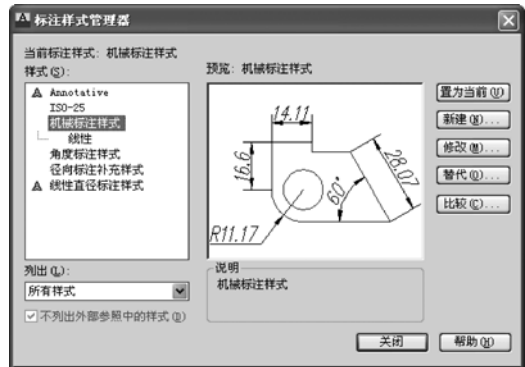

图 1-33 创建线性直径标注样式
3. 单击“确定”按钮，在“标注样式管理器”对话框中将<样式替代>重新命名为“线性直径标注样式”，该样式和原有的标注样式并列显示在样式列表框中，如图 1-33 所示。